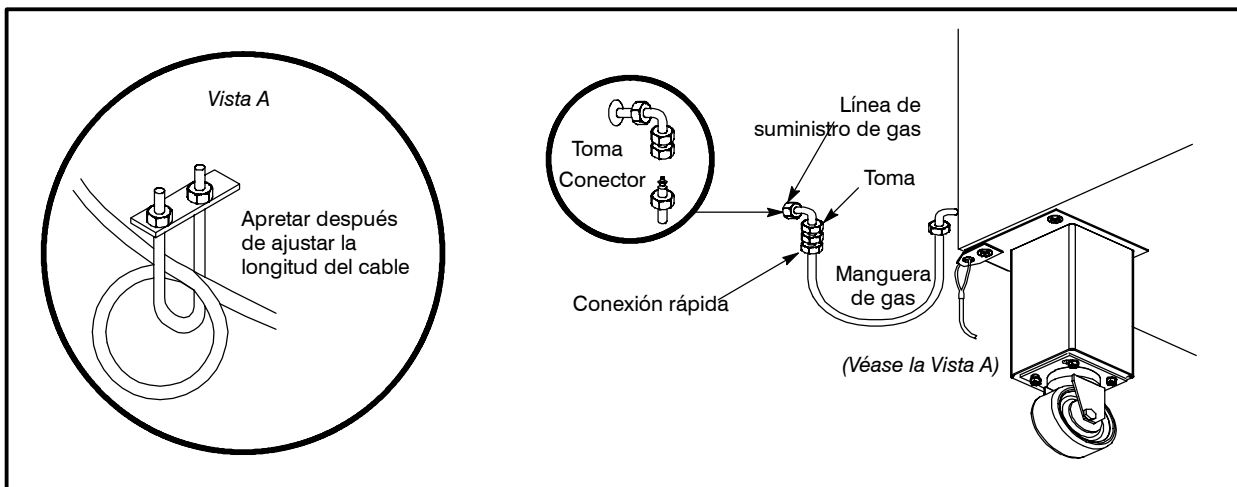

Figura 19
- El cable de seguridad debe ser lo bastante corto como para evitar tensiones en el conector. En la Figura 19 se muestra el modo de ajustar su longitud.